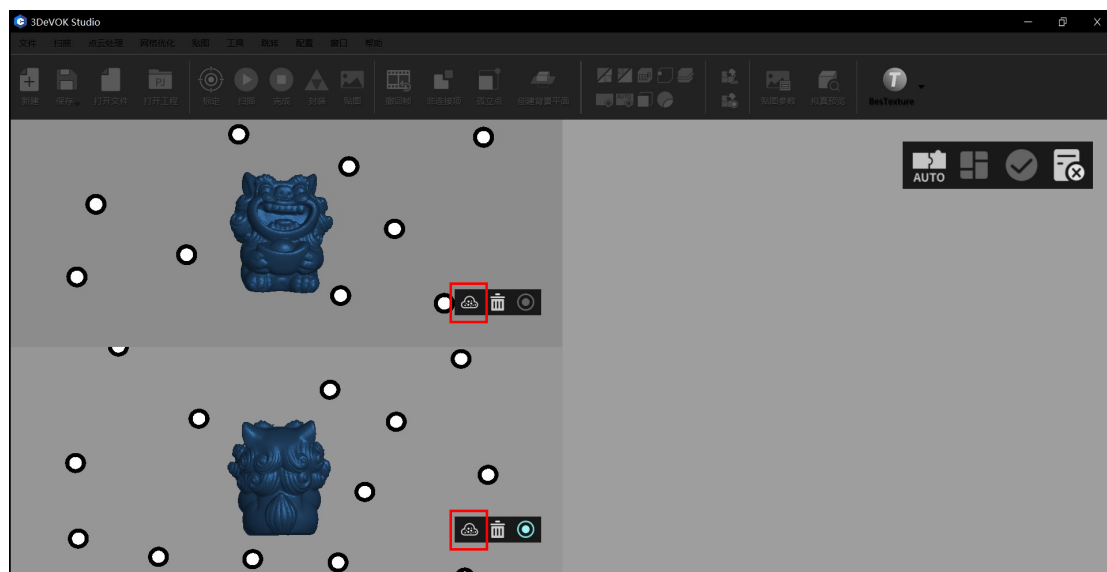

图 9-2 在特征拼接中导入点云工程
3. 将点云工程 A 和点云工程 B 分别导入左侧的两个窗口中(点击红色框处的按钮导入)，如图 9-2 所示；